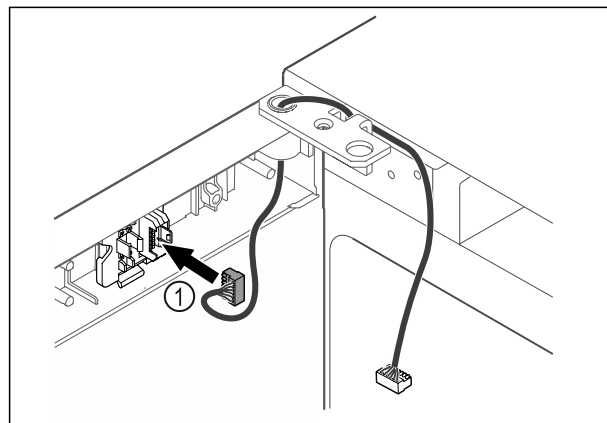

Fig. 48
- ▶ Вкарайте щекера Fig. 48 (1) в държача на щекера.